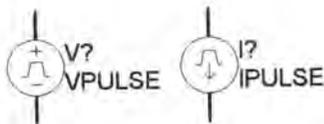

图 7-19 脉冲电压源和脉冲电流源符号
2) 周期脉冲源 周期脉冲源包括脉冲电压激励源“VPULSE”和脉冲电流激励源“IPULSE”，可以为仿真电路提供周期性的连续的脉冲激励，其中脉冲电压激励源“VPULSE”在电路的瞬态特性分析中用得比较多，两种激励源的符号形式如图 7-19 所示。